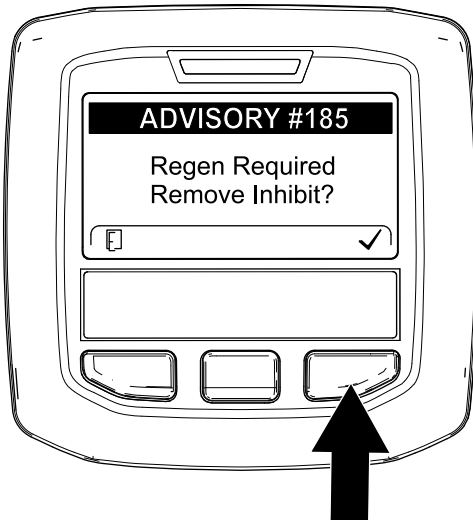

Figura 43
**Nota:** Si INHIBIT REGEN (Inhibir regeneración) está ajustado en ON (Activado), el InfoCenter muestra ADVISORY #185 (Aviso n.º 185) (Figura 43). Pulse el botón 3 para establecer el ajuste de inhibición de regeneración en OFF (Desactivado) y seguir con la regeneración de restablecimiento.